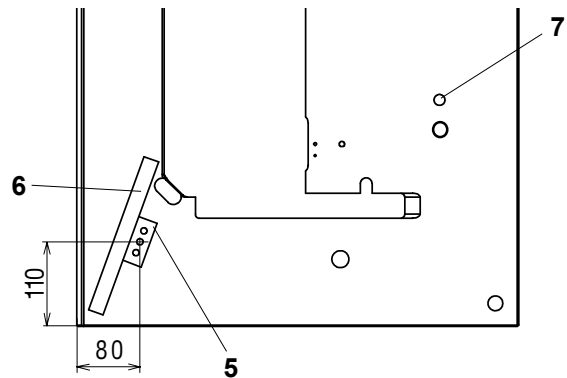

Abb. 8
#### 5.1.1 Montage und Aufsetzen des Maschinenkopfes auf das Gestell (Abb. 8)
Den Stützstift, der sich im Maschinenzubehör befindet, ins Loch (7, Abb. 8) aufsetzen. Fadenführer auf das Maschinenkopf montieren.
Den Stützstift aus der Tischplatte herausnehmen (Abb. 8, Pos. 7), in die Löcher die Deckkappen (7) einsetzen.